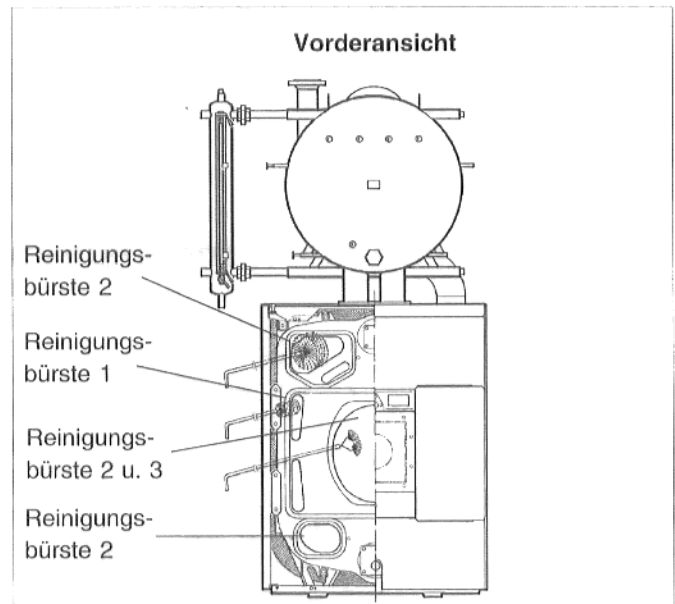

Abb. 51
- Mit der Reinigungsbürste 3 die Brennraumrückwand, mit Reinigungsbürste 2 den Feuerraum reinigen (Abb. 51).
- Mit der Reinigungsbürste 1 die vertikalen Heizgaszüge von vorne nach hinten reinigen (Abb. 51).
- Reinigungsdeckel unten am Vorder- und Hinterglied abnehmen. Untere, horizontale Heizgaszüge von vorne und hinten mit der Reinigungsbürste 2 reinigen (Abb. 51 u. 52).